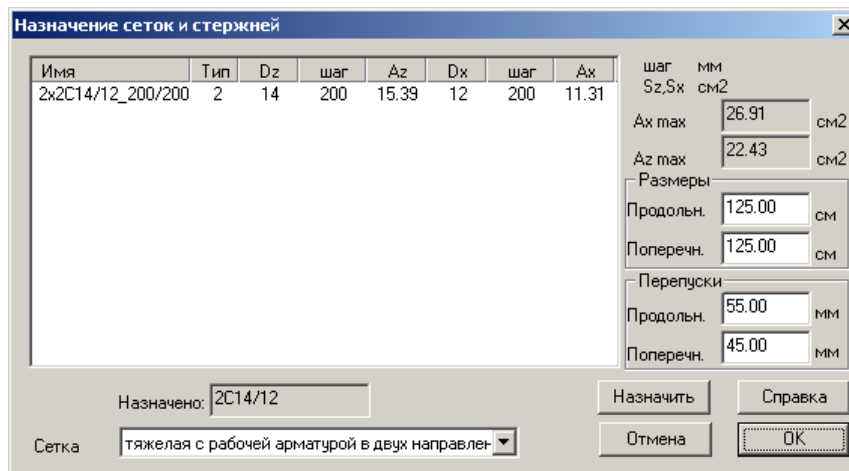

Рис.4.6.6. Окно диалога Назначение сеток и стержней
- В открывшемся окне диалога **Назначение сеток и стержней** (рис. 4.6.6) выполните следующие действия: